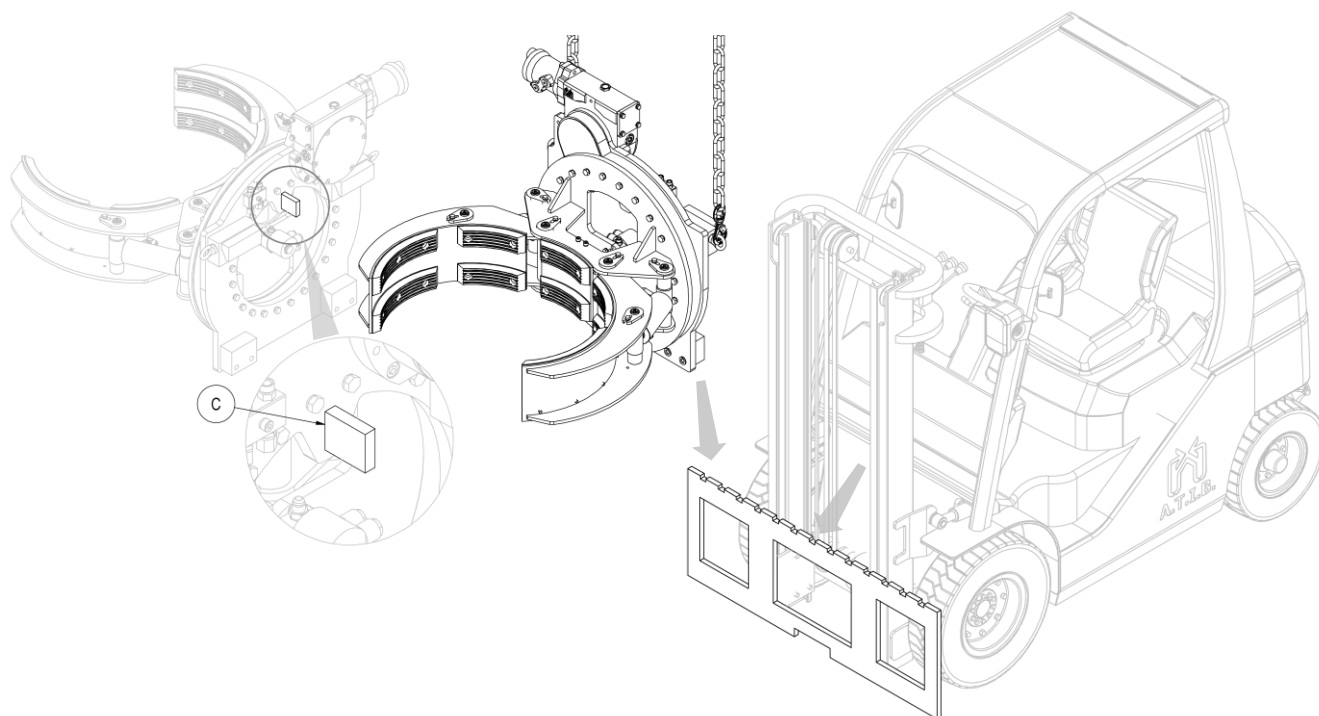

Figura 3
6. Con un puente grúa de capacidad suficiente, colocar el equipo sobre la placa porta horquillas, cuidando de encajar el diente **C** en la muesca central del mismo (mira *Figura 3*).